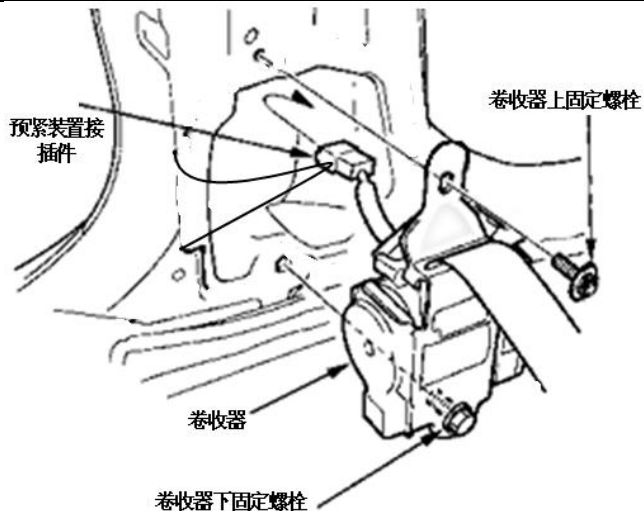

图 1-3
6、拆除预紧装置接插件，然后拆除卷收器上固定螺栓和卷收器下固定螺栓，拆除卷收器。卷收器上固定螺栓拧紧力矩 **12N.m**，卷收器下固定螺栓拧紧力矩 **45N.m**（图 1-3）。